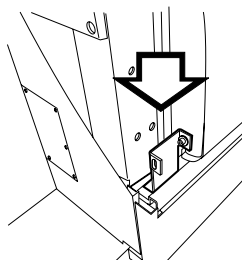

Abbildung 1-19
- Verschließen Sie die Gewindebohrungen, Abbildung 1-19, mit den zwei Linsenkopfschrauben der Transportsicherung.